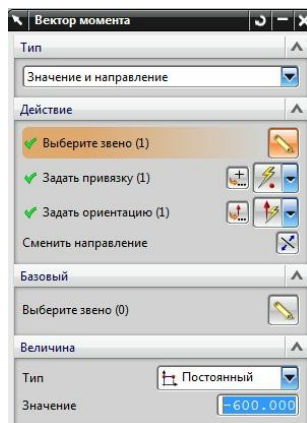

Рис.57
- Векторный момент накладывается на компонент как обычно, с указанием тела приложения, начала локальной СК, и оси вращения. Посмотрите на диалоговое окно этого внешнего воздействия (рис.57).
•Если векторный момент задается относительно неподвижного основания, то поле *Базовый* вообще не заполняется (рис.57).